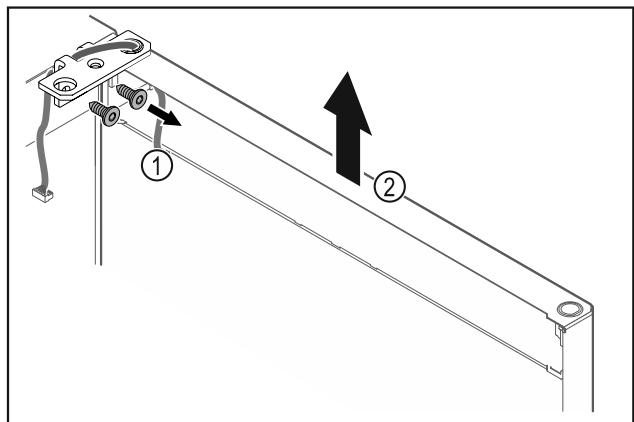

Fig. 19
- Отвинтите шарнирные уголки *Fig. 19 (1)*.
► Дверь вместе с шарнирными уголками поднимите строго вертикально вверх *Fig. 19 (2)* приблизительно на 200 мм и снимите.